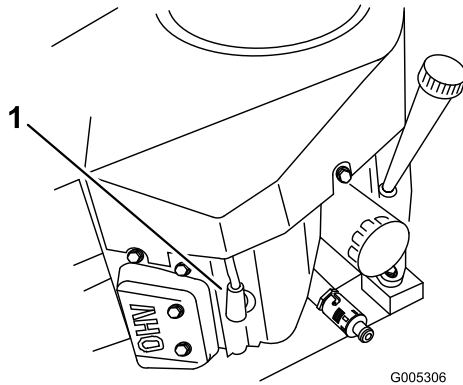

Figura 35
3. Desconecte los cables de las bujías (Figura 35).
3. Conecte los cables a las bujías (Figura 35).